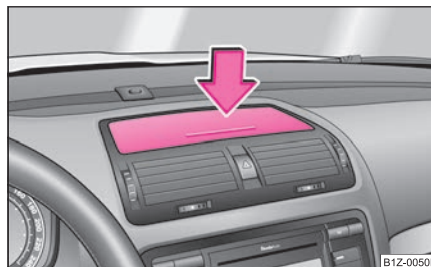

Fig. 102 Tabloul de bord:
- Apăsați pe centrul compartimentului ⇒ pagina 90, fig. 102 - capacul se deschide.